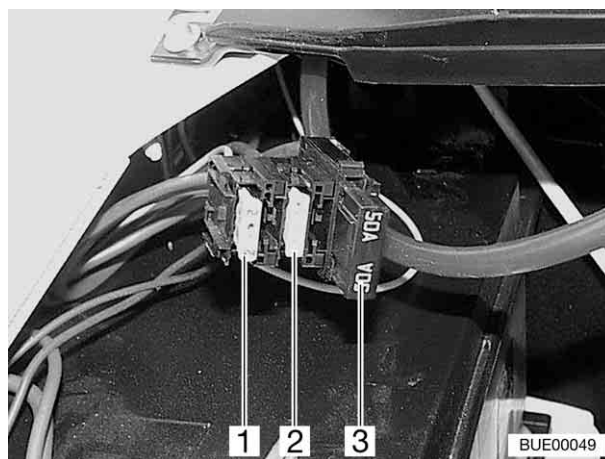
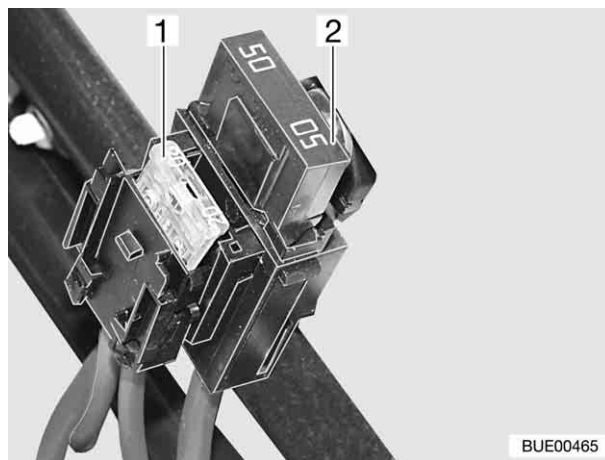

Fig. 103 Fusibles de la batterie de démarrage (Fiat/Citroën/Peugeot/Renault)
Fig. 104 Fusibles de la batterie de démarrage (Mercedes-Benz)
- Type de fusible (Fig. 103,3 et Fig. 104,2) : fusible plat Jumbo 50 A/rouge
- Type de fusible (Fig. 103,2 et Fig. 104,1) : fusible plat 20 A/jaune pour le réfrigérateur
- Type de fusible (Fig. 103,1) : fusible plat 2 A/gris pour la dynamo D+ (uniquement pour Fiat/Citroen/Peugeot)